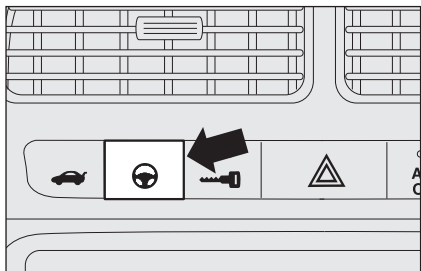

fig. 98
- dalla illuminazione della scritta **CITY** sul pulsante, dopo la pressione dello stesso **fig. 98**.